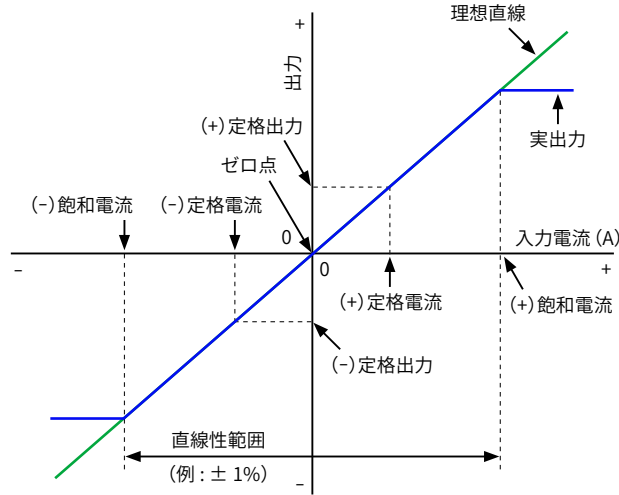
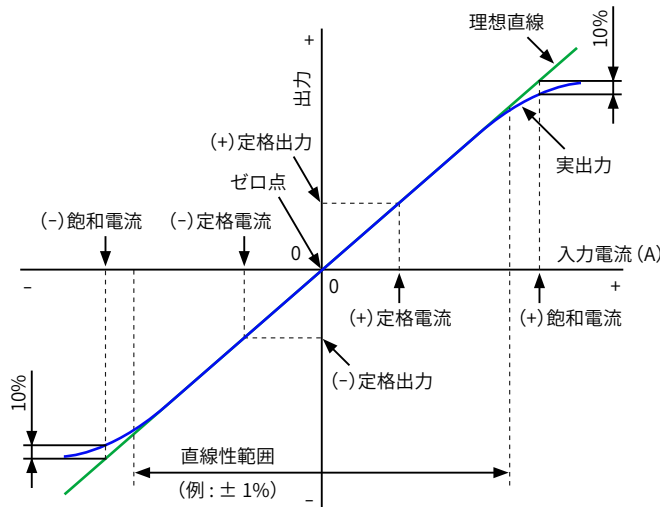

図2. ①制御電源電圧による飽和電流、直線性範囲のイメージ図
図3. ②コアの磁気特性による飽和電流、直線性範囲のイメージ図
直線性が規格値内（スペックシート記載値）である入力電流範囲を示します。直線性範囲のイメージを2頁図2および2頁図3へ示します。
①と②のどちらの特性になるかは機種および定格電流によって異なりますので、直線性範囲を超えてご使用になる場合は弊社ホームページ記載の各機種における出力特性グラフをご確認ください。直線性範囲および飽和電流のイメージを下図2及び下図3へ示します。